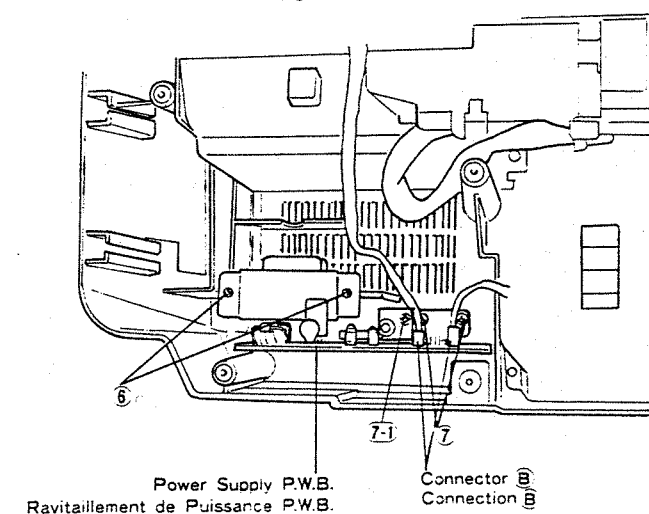

Fig. 4
**5. Plaquette d'alimentation (Fig. 4)**